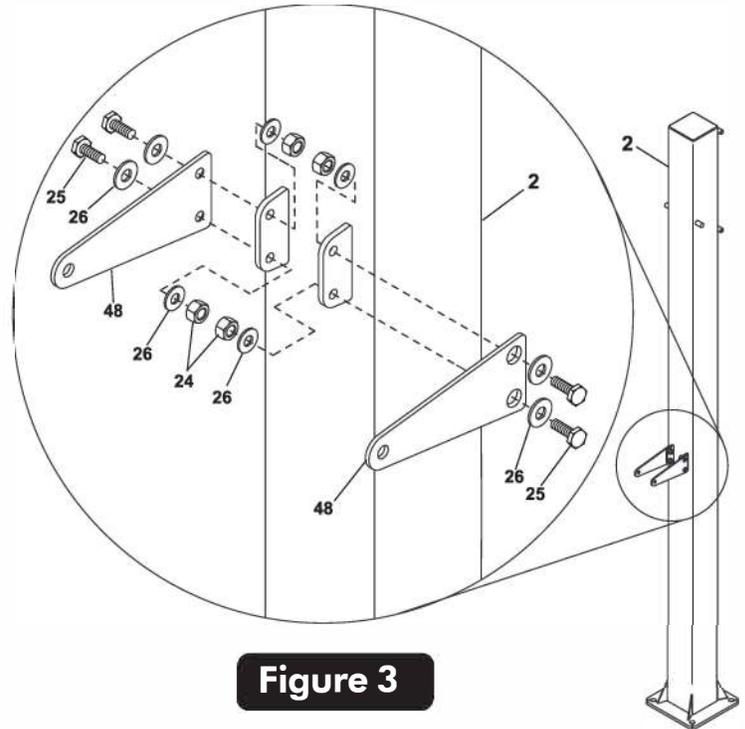

Figure 3
1. Fixez les supports de poteau (n° 48) à l'extérieur des supports à l'arrière de l'ensemble de poteau (n° 2). Fixez avec deux boulons à tête hexagonale (n° 25), quatre rondelles à tête plate (n° 26) et deux contre-écrous (n° 24) dans chaque support (n° 48). Voir Figure 3.